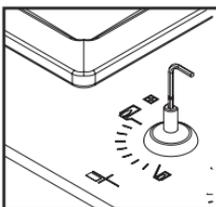
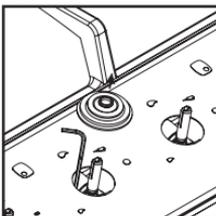

Fig. 27
Fig. 28
3. Inserte la llave Allen/Bristol (contenida en el kit de conversión) en el espigo de la válvula y gírela en el sentido de las manecillas del reloj $\frac{1}{4}$ de vuelta hasta obtener la llama deseada, ver fig. 27. Para serie cristal (Ref. 1.6797.20) se debe retirar el empaque de caucho y hacer la regulación por un lado del espigo, ver fig. 28.